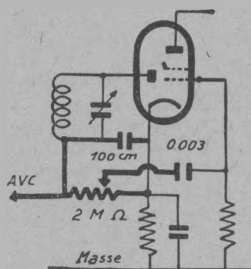

Fig. 34. — Antifading sur diode-tétrode, ou binode.
b) *Détection par diode-triode* (ou anciennes binodes ou ditétrodes). — Le schéma est celui de la figure 34.